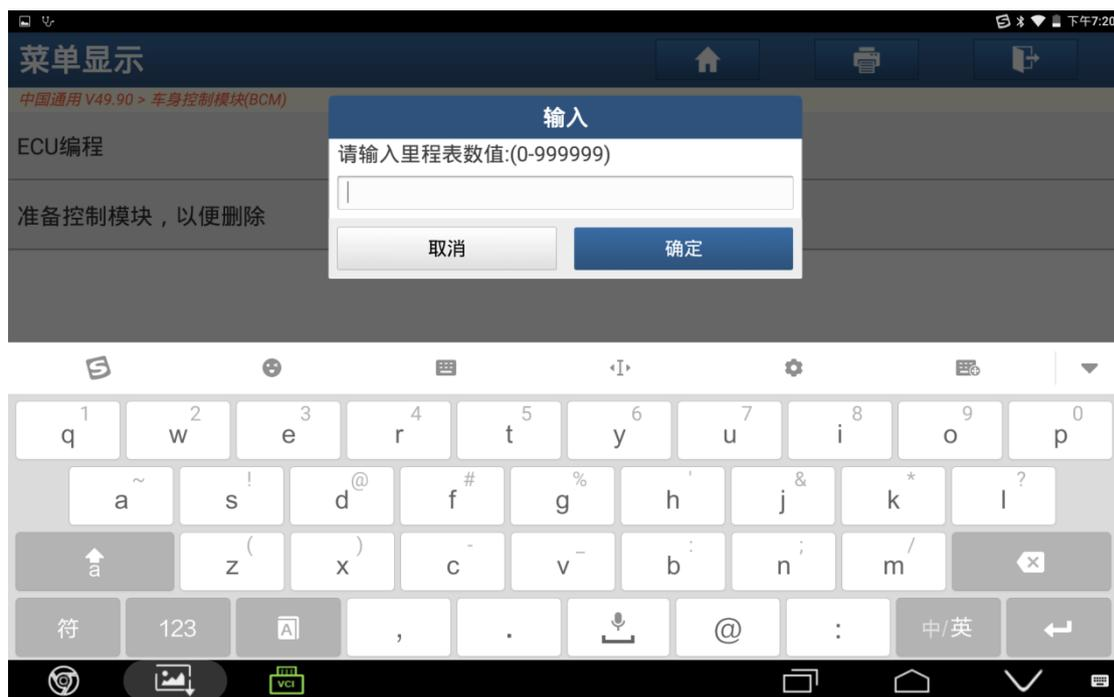

图 22
22). 根据提示输入里程表数值，点击“确定”，如图 22；